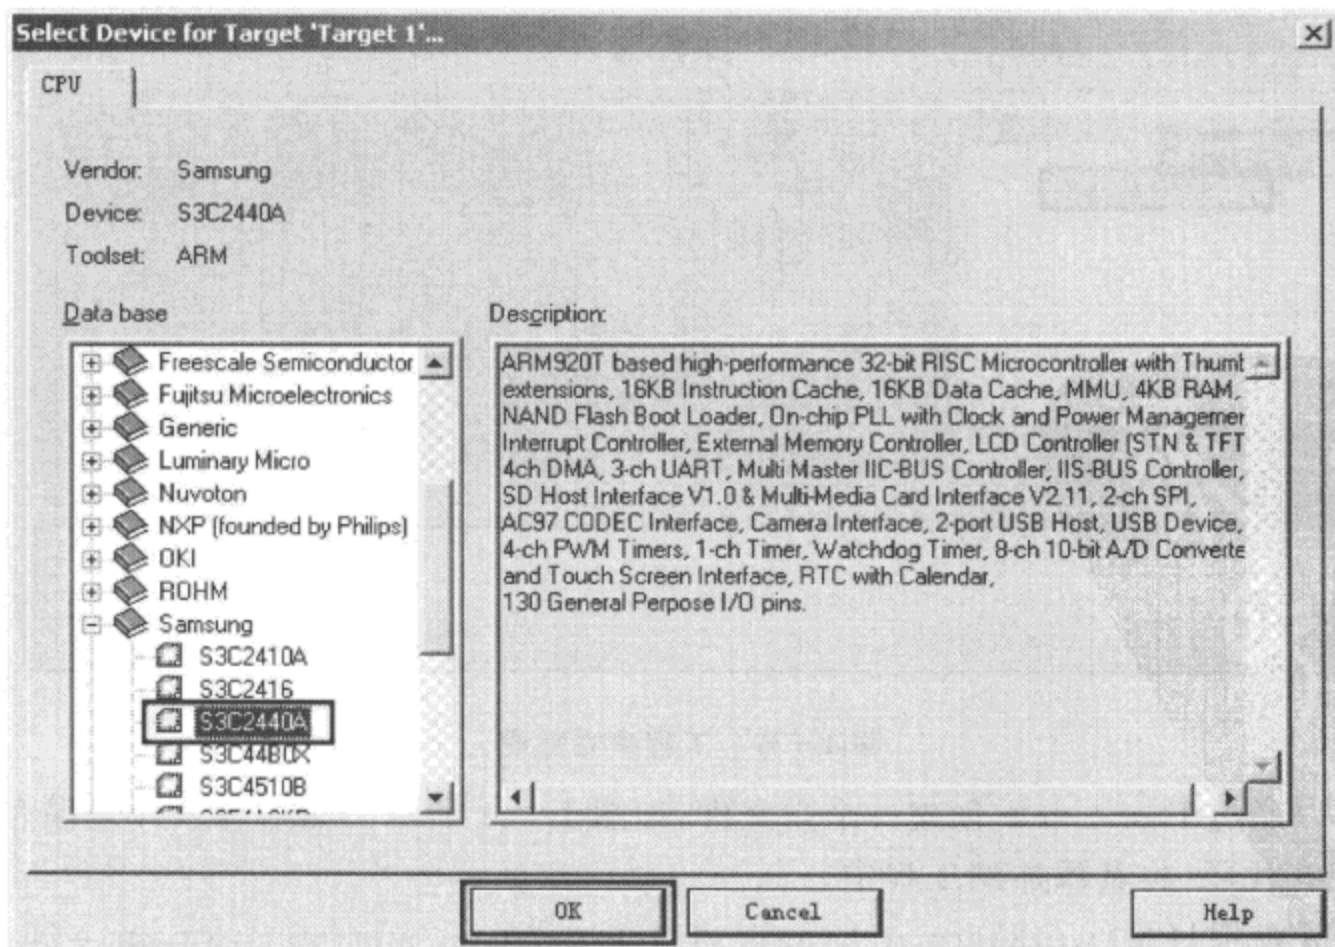

图 1-37 设备型号
(3) 单击“保存”按钮后,会自动弹出 Select Device for Target...窗口,它是用来为新建工程选择使用设备型号。可以根据你使用的处理器来选择,如果在列表中找到,也可以找一款与您使用相兼容的型号来代替。我们选择 Samsung→S3C2440A 型号设备,如图 1-37 所示,